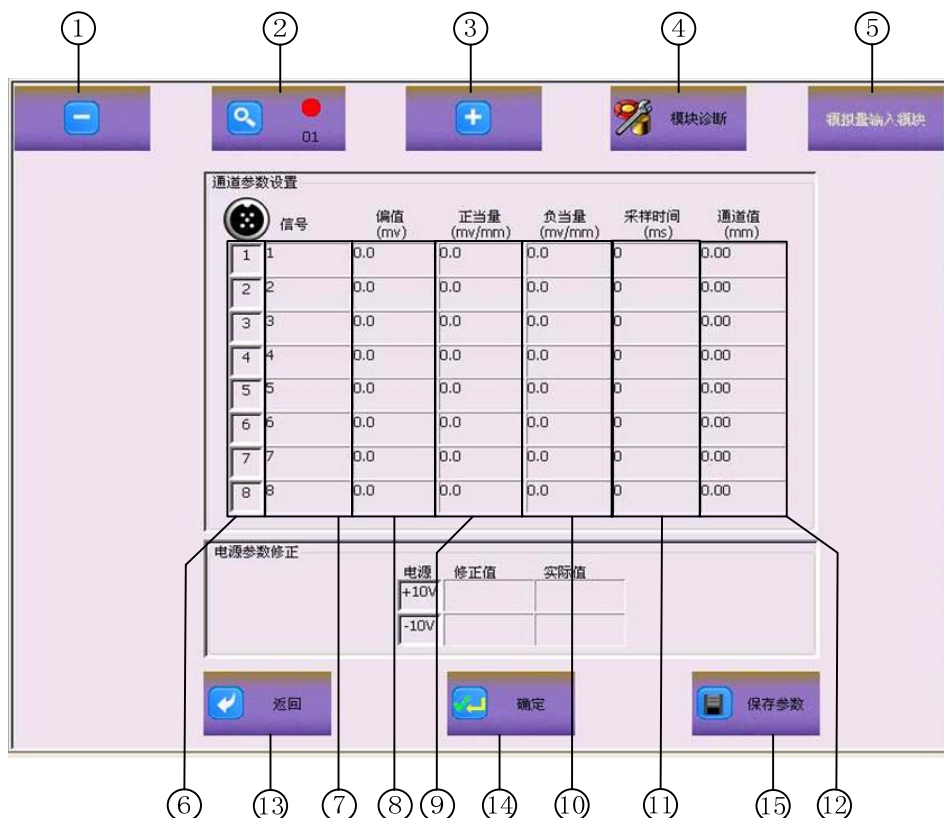

图31 AI 模块参数设置界面
当在参数设置主界面点击AI模块，将弹出AI模块的参数设置界面，如图31所示。在该界面可以设置8路通道的偏值，正、负当量。
- ① 按下该按钮，将跳转到上一个模块的参数设置界面
- ② 模块号：显示当前模块的模块号，图31中显示的是J01模块
- ③ 按下该按钮，将跳转到下一个模块的参数设置界面
- ④ 模块诊断按钮：点击该按钮，将进入当前模块的故障诊断界面
- ⑤ 模块类型：显示当前模块的模块类型，图31中显示的是AI模块
- ⑥ 通道号：从上至下依次是C1~C8通道
- ⑦ 通道互换：该栏可实现通道互换
- ⑧ 偏值：用于调整通道的零点偏移，单位为mV
- ⑨ 正当量：用于调整通道的放大倍数，单位为mV/mm
- ⑩ 负当量：用于调整通道的放大倍数，单位为mV/mm
- ⑪ 采样周期：显示通道的采样周期，也是模块向网络传送数据的周期
- ⑫ 通道值：显示通道的实际物理量
- ⑬ 返回按钮：按下该按钮，将返回到参数设置主界面
- ⑭ 确定按钮：按下该按钮，将B2显示器的参数发送至底层模块
- ⑮ 保存参数按钮：按下该按钮，参数被保存至B2显示器和底层模块